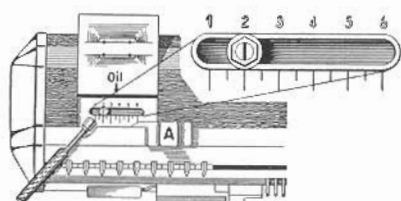

Fig. 6
**Tension du fil à gauche:** L'échelle de réglage (chiffres 1—6) n'est visible que si la poignée A se trouve à l'extrême gauche. Même opération que celle de la tension du fil à droite (fig. 6).